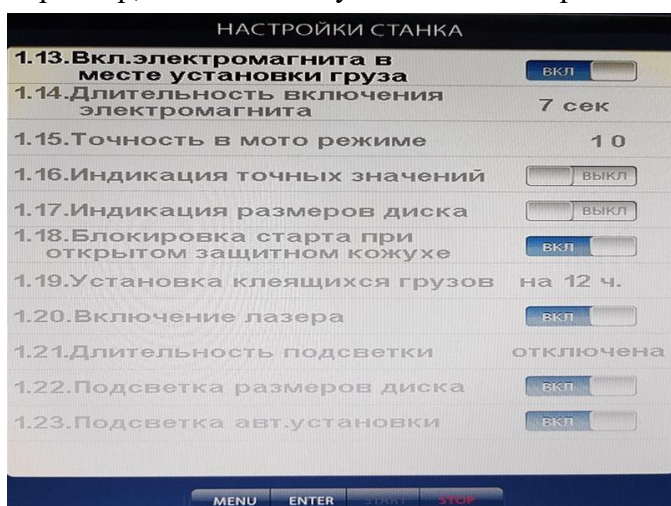

Рис.18.4
18.12. Вторая страница настроек (рис.18.4.). Переключение страниц осуществляется кнопкой 5.